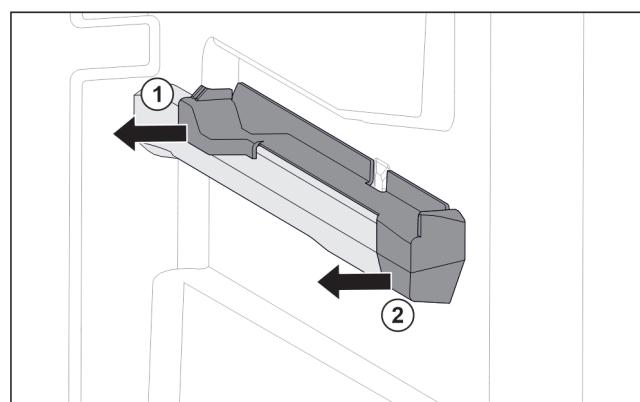

Fig. 108 Natični dio na desnom žlijebu spremnika
- Skinite natični dio straga u stranu. Fig. 108 (1)
- ▶ Skinite natični dio sprijeda u stranu. Fig. 108 (2)